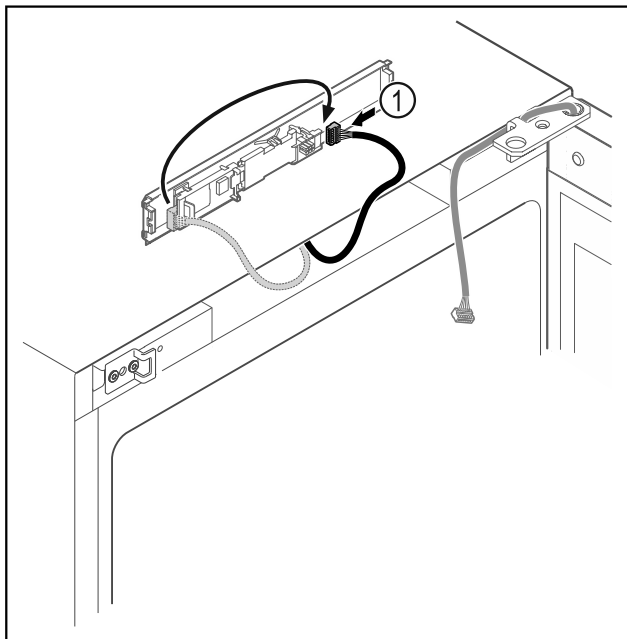

Fig. 17
- Enchufar el conector Fig. 17 (1) en otra posición en la platina.